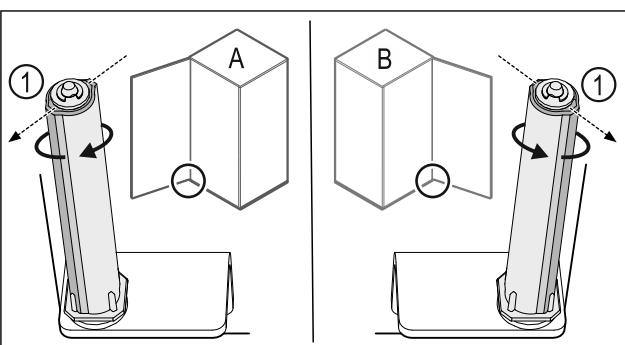

Fig. 50 Розкриття ліворуч (A) / Розкриття праворуч (B)
- ▶ Систему закриття повернати проти опору доки перемичка системи закриття Fig. 50 (1) не показуватиме назовні.